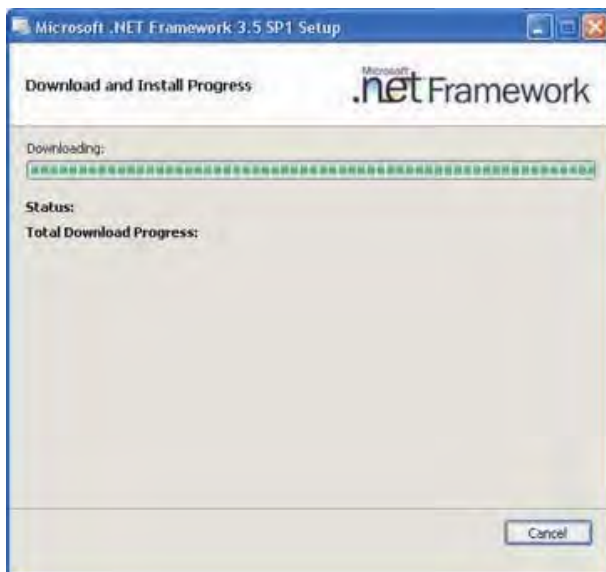

Abb. 1-3
- 7) Das Installationspaket enthält die ganze Software. Sie muss nicht vom Internet heruntergeladen werden. Das Installationsprogramm ist in der Lage, die erforderlichen Ressourcen selbst aufzusuchen. Warten Sie, bis das Herunterladen durch das Installationsprogramm abgeschlossen wird. Ein Fenster wie im Bild 1-3 wird angezeigt.